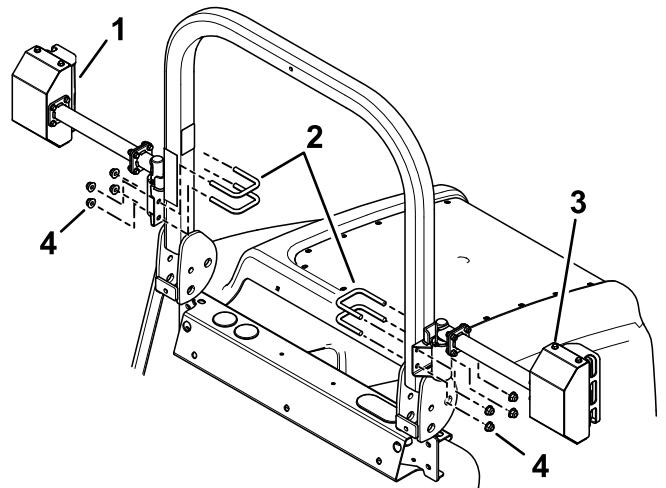

Figura 7
1. Instale las luces traseras derecha e izquierda con 4 pernos en U y 4 tuercas con arandela prensada (3/8") (Figura 7). Asegúrese de no tapar la pegatina.